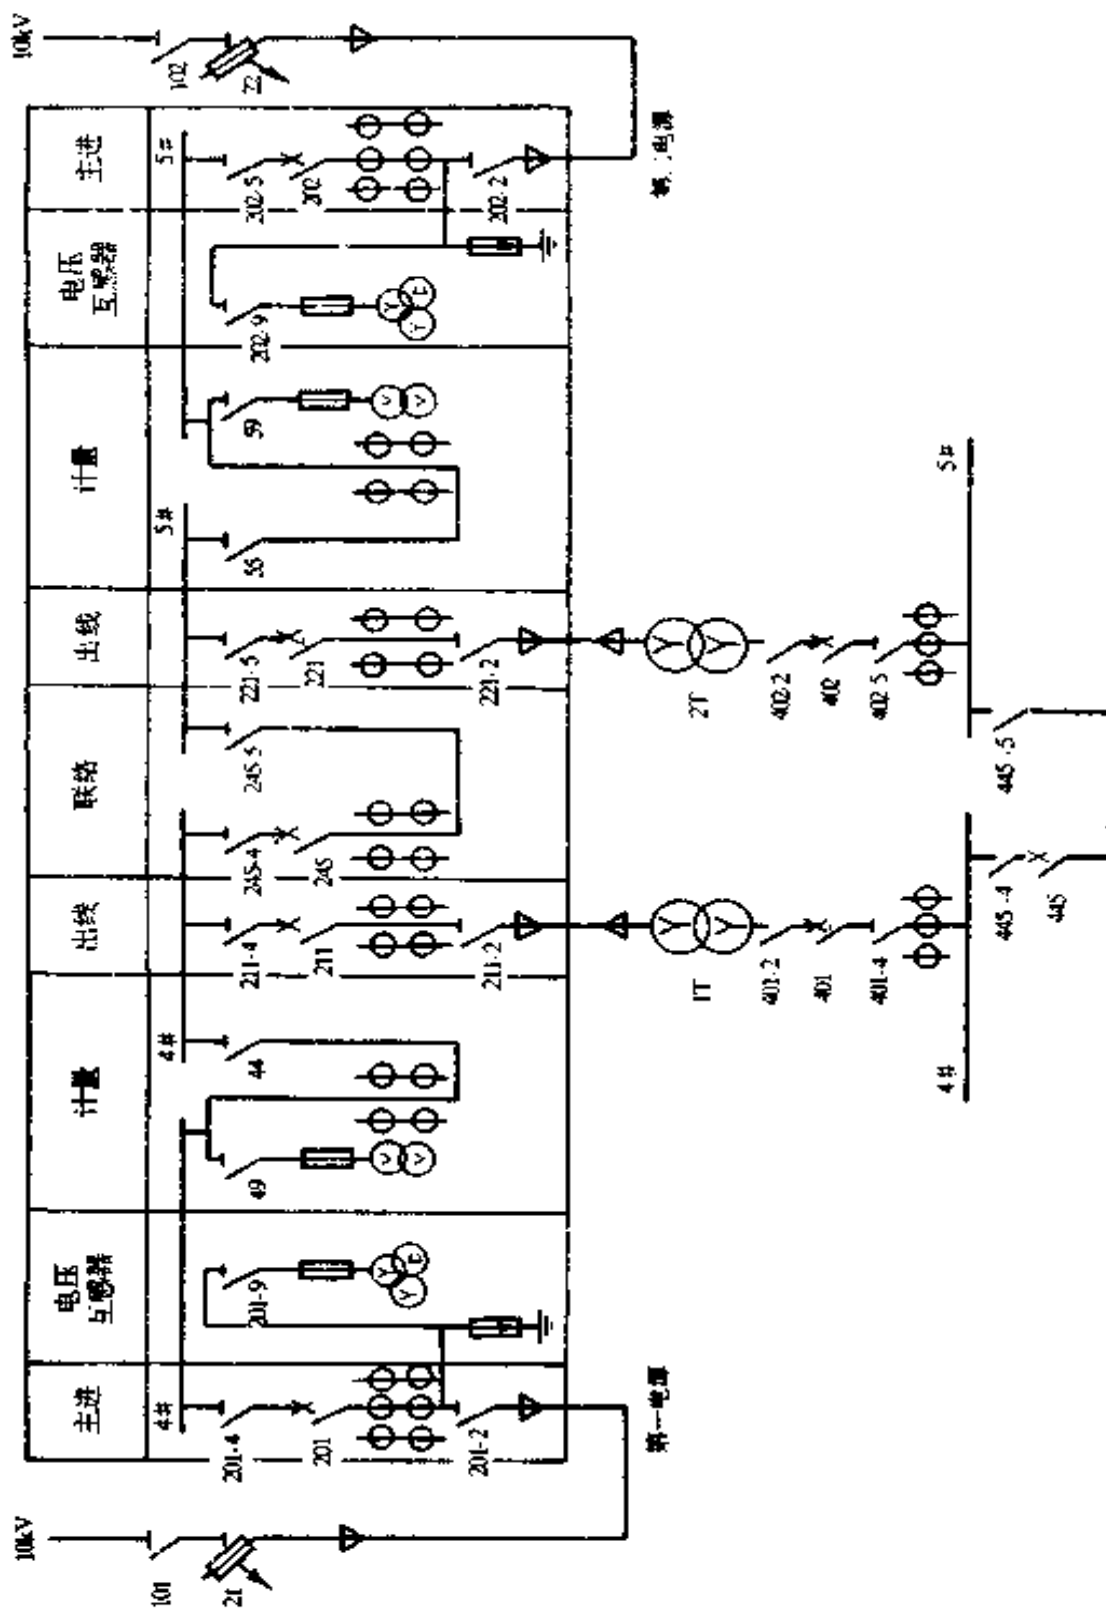

图 2-47 高压双路供电倒闸操作系统图
③ 本单位变、配电所的继电保护工作情况；
④ 本单位变、配电所的负荷情况；
⑤ 本单位电费计算依据；
⑥ 本单位与供电部门的业务联系范围。
(3) 填写倒闸操作票,参阅图 2-47 高压双路供电倒闸操作系统图,有以下 25 种倒闸操作方式: